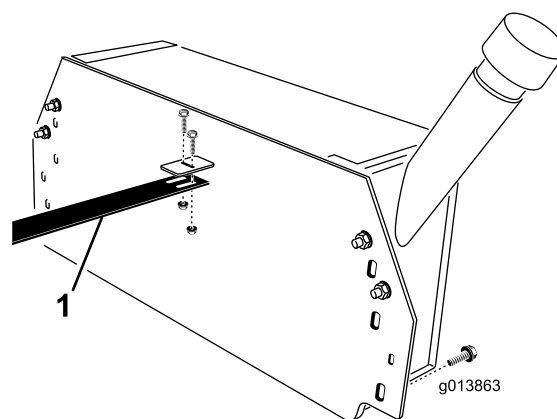

Figure 9
31. À l'aide de deux boulons ($\frac{1}{4}$ " x $\frac{3}{4}$ ") et contre-écrous à embase, fixez le guide de flexibles au support sur le réservoir hydraulique (Figure 9).